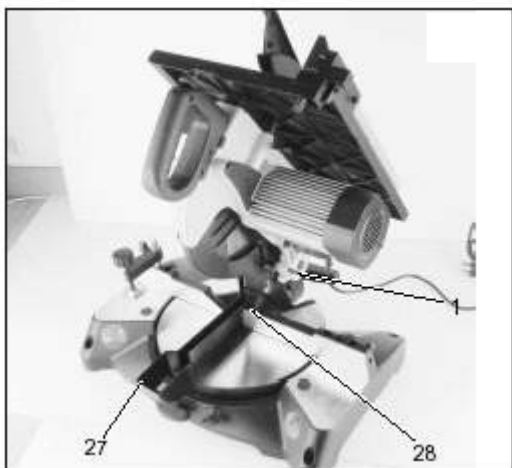

Fig. 10
- Para instalar a proteção auxiliar inferior 27 fig. 10 posicione a mesa giratória a 0° e encaixe a proteção 28 fig. 10 no pino de bloqueio. Em seguida baixe a lâmina de serra e coloque o pino de bloqueio 01 fig. 10.